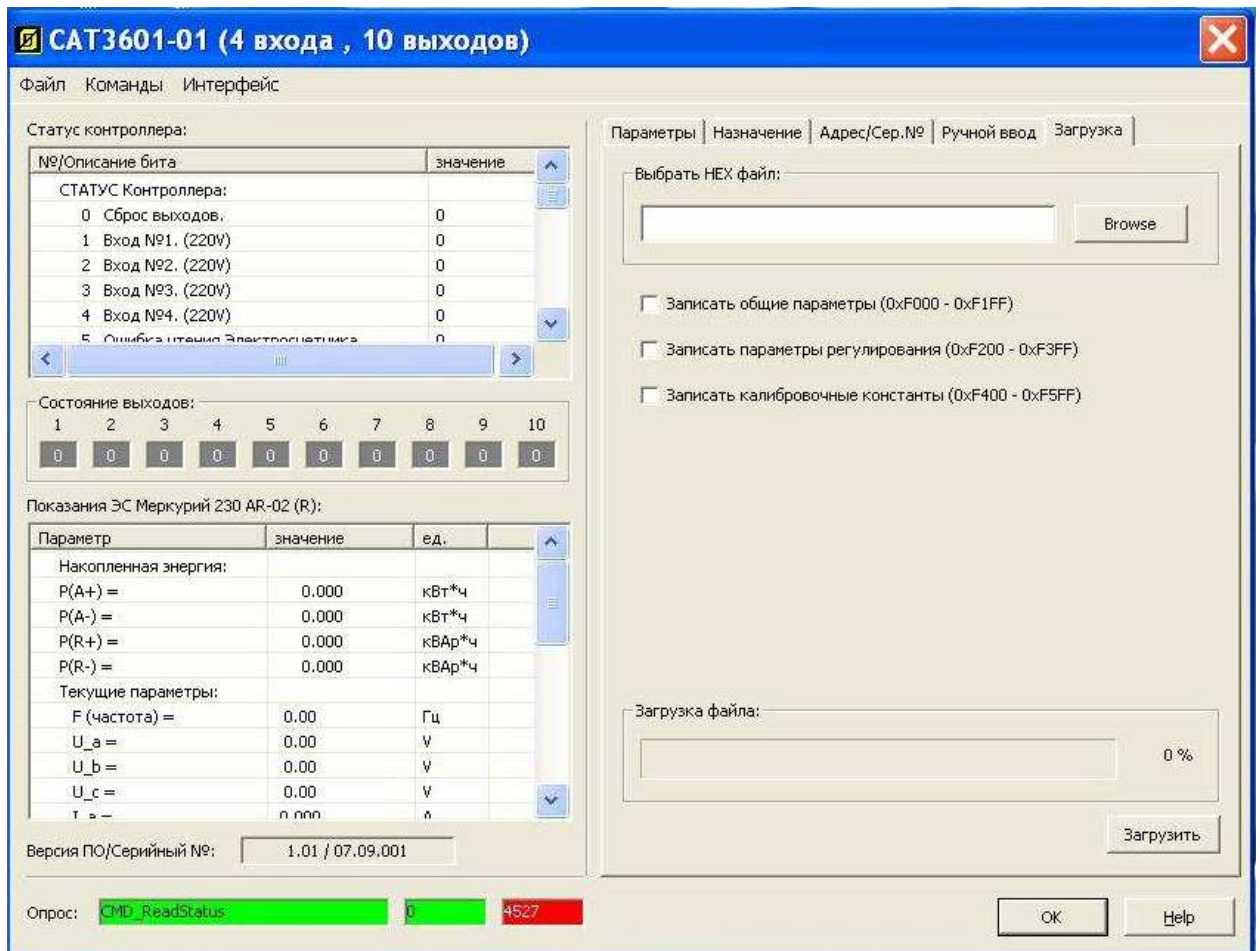

Рисунок 11
Подготовить ПЭВМ к работе и загрузить программу «**CAT Tools**». Выполнить поиск SAT3601-01. Перейти на вкладку **Загрузка** (рисунок 11) и в строке **Выбрать HEX файл** указать местонахождение нового загрузочного файла.
- 4) Подать переменное напряжение 220 В на контакты X8.1 и X8.2. Проверить отображение состояния канала ID1 в таблице **Статус контроллера** в левой части экрана (рисунок 11). В строке **Вход № 1, (220)** в колонке **значение** состояние входа должно поменяться с **0/1** на **1/0**.